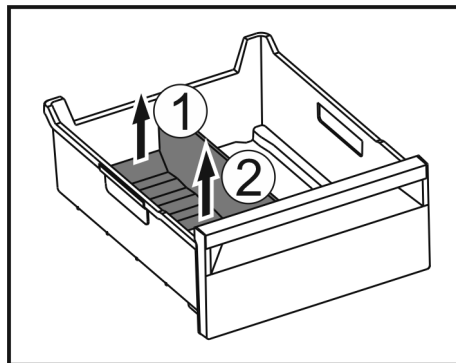

Fig. 78
- ▶ Achterste deel van de ijsvak-scheider optillen. Fig. 78 (1)
- ▶ Ijsvak-scheider er naar boven toe uitnemen. Fig. 78 (2)